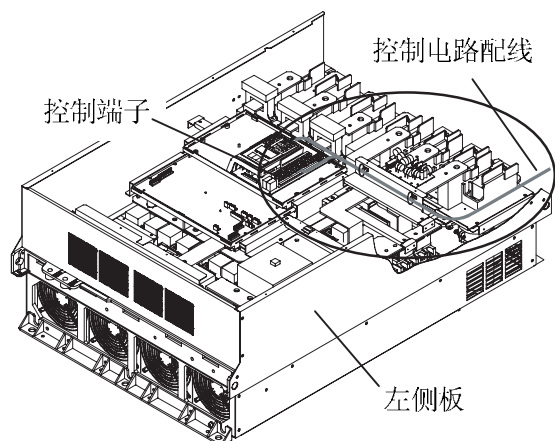

图 2-3-16
- ① 如图 2-3-16 所示, 沿着变频器左侧板引出。
- ② 配线用束线绑带(绝缘扣等)在引出途中使其固定于已有的电缆固定孔上。束线绑带穿过固定孔( $3.8 \times 1.5$ ), 所以其尺寸应小于宽 3.8mm 厚 1.5mm。
- ① 和图 2-3-16 一样沿着变频器的左侧板引出。
- ② 使用主回路端子台: L1/R 上方的绝缘夹对配线进行固定。